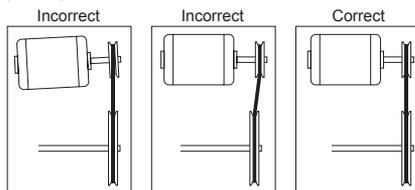

Figure 6
2. Poser les poulies sur les arbres et fixer avec une vis de calage. Contrôler le bon alignement des poulies, voir Figure 6. Le mauvais alignement des poulies provoque l'usure de la courroie, des vibrations et du bruit.